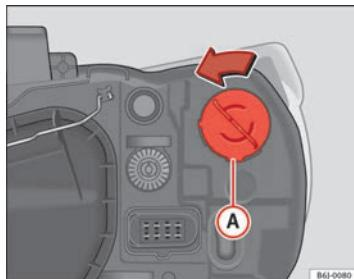

Fig. 144 Luz intermitente faro simple
- Gire el portalámparas ⇒ fig. 144 Ⓐ a la izquierda y tirar.